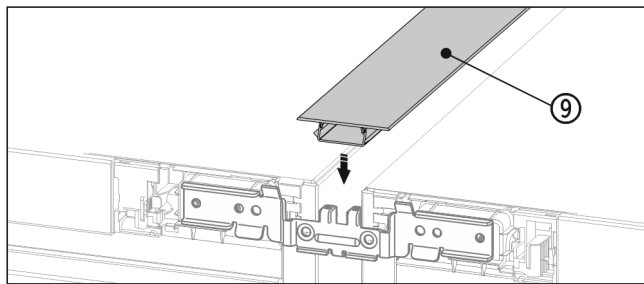

Fig. 21
- Na horní straně zatlačte krátkou krycí lištu Fig. 21 (9) do horizontální spáry.